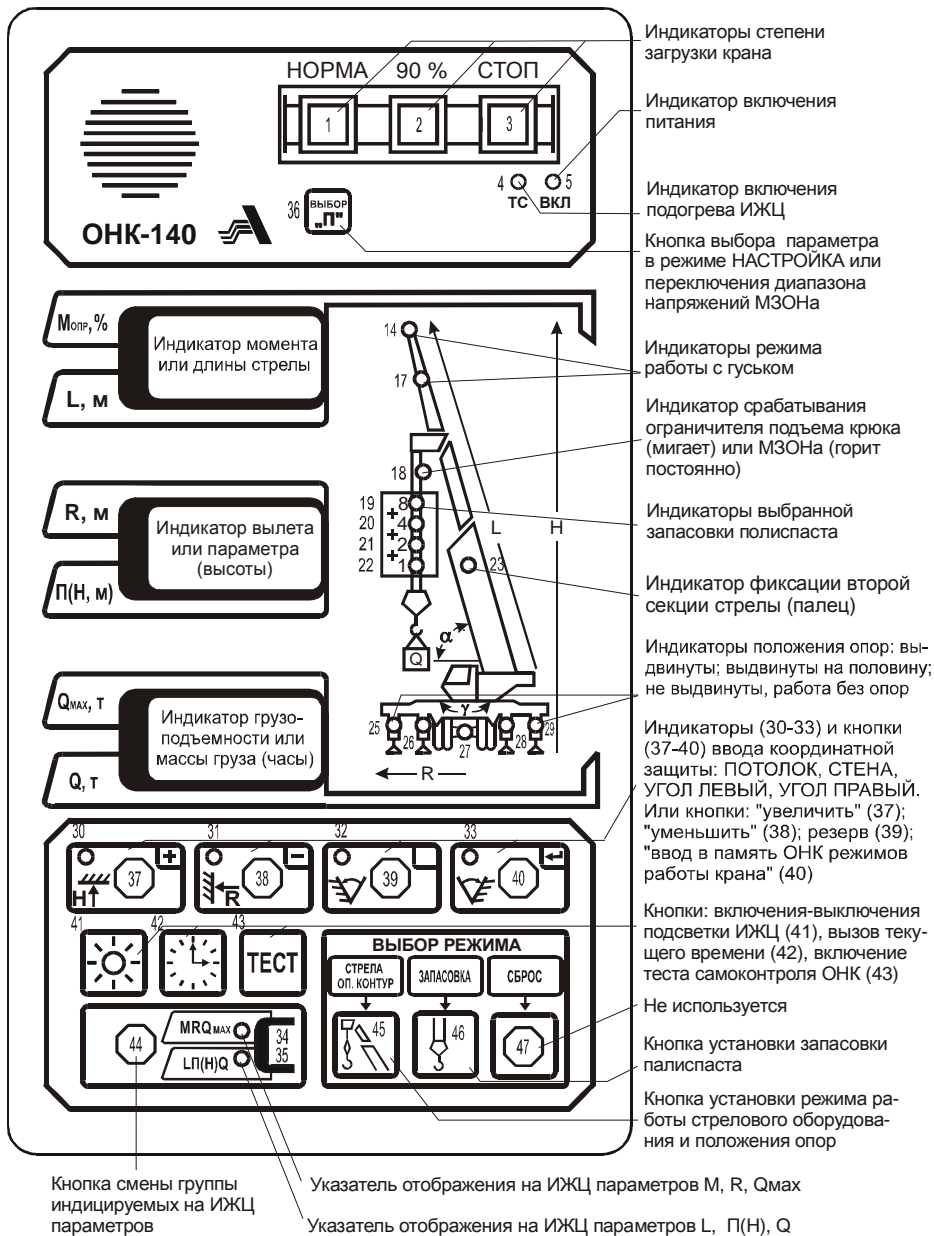

Рисунок 8 - Лицевая панель БОДа
Включить тумблер ПИТАНИЕ на пульте управления крана (если БПВР не входит в комплект поставки ОНК) или на БПВРе (если он входит в комплект поставки ОНК) и проконтролировать загорание индикатора ВКЛ на передней панели БОДа (см. рисунок 8).
Для этого нажать кнопку выбора запасовки (46). При этом на индикаторы БОДа выдаются (см. рисунок 8):